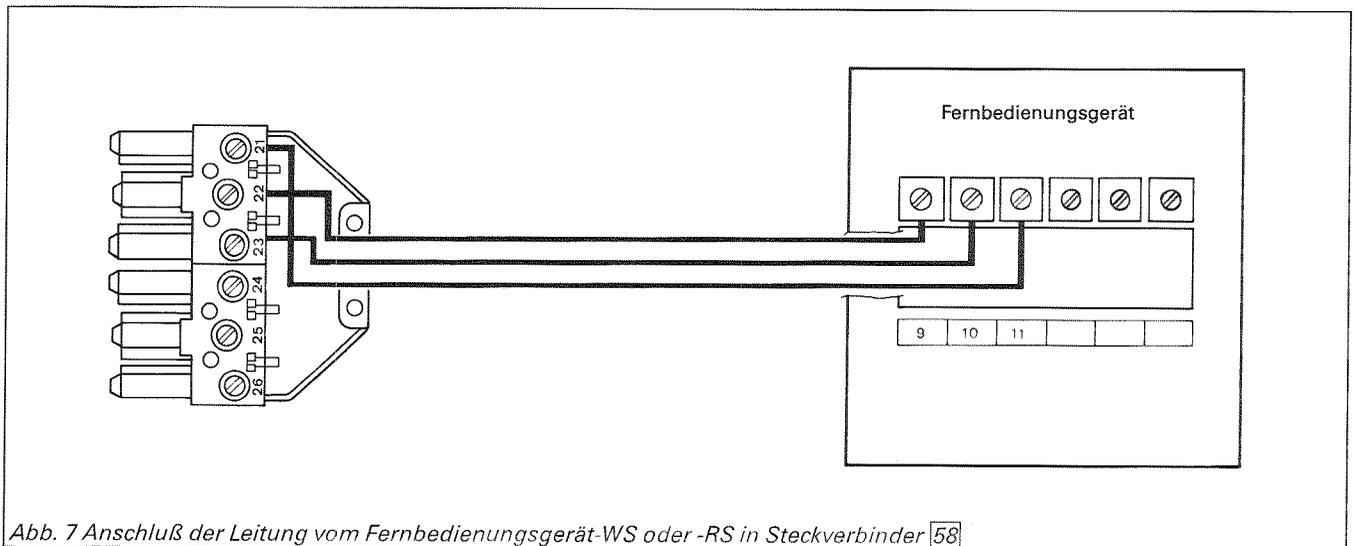

Abb. 7 Anschluß der Leitung vom Fernbedienungsgerät-WS oder -RS in Steckverbinder **58**
1. Anschlußleitung vom Fernbedienungsgerät-WS oder -RS in Steckverbinder **58** entsprechend Abb. 7 anschließen.